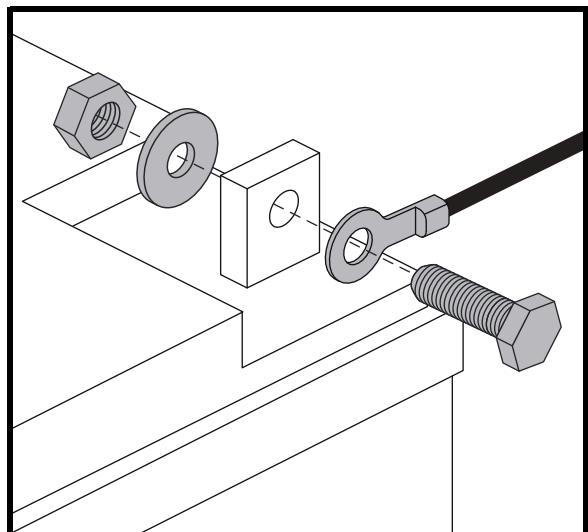

Abb. 13. Befestigungselemente für den Batterieanschluss
4. Trennen Sie die Batterienkabel von den Batterienanschlüssen, indem Sie die Anschlusskäppchen zurückschieben und die Mutter abschrauben. **Siehe Abb. 13.**